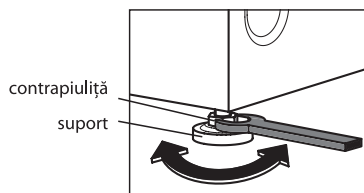

Figura 5
3.2.2 Așezați mașina după nivel strict orizontal, deșurubând sau răscind, în primul rând, suporturile reglabile din față, în conformitate cu Figura 5: slăbiți cu cheia pentru piulițe contrapiulițele de pe suporturi, reglați înălțimea suporturilor, strângeți contrapiulițele. Instalarea incorectă a mașinii după nivel sau strângerea insuficientă a contrapiulițelor ulterior poate fi o sursă de vibrație și de zgomot sporit în timpul funcționării mașinii.